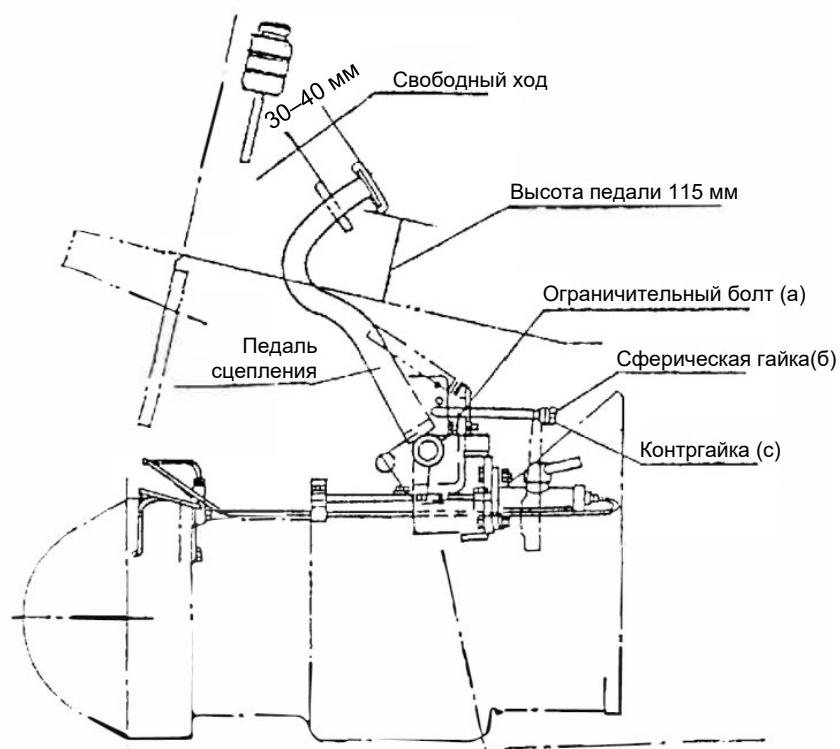

Рис. 2-2. Педаль сцепления
2.2.9 Регулировка хода педали сцепления (см. рис. 2-2).
2.4 Регулировка хода педали сцепления (см. рис. 2-2).